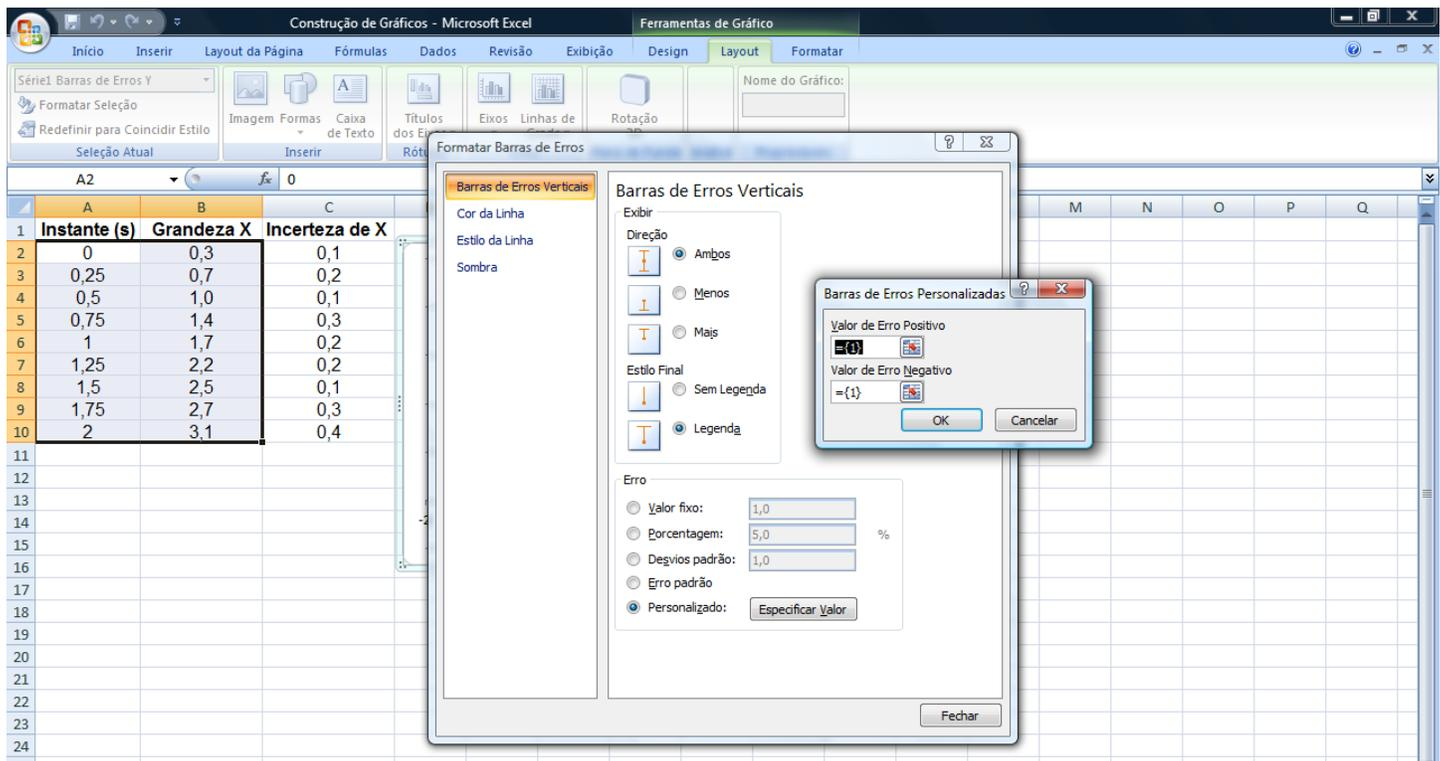

Figura 10. Clicando no botão *Especificar Valor*, a janela *Barras de Erros Personalizadas* é exibida.
- 3) Clique no botão *Especificar Valor*. Será exibida uma pequena janela, *Barras de Erros Personalizadas*, de acordo com a Figura 10;